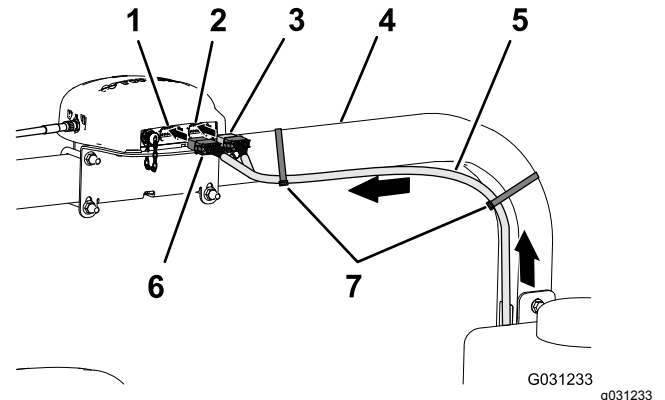

Bild 158
2. Verlegen Sie den 390-cm-Zweig des Datenkabelbaums entlang des rechten Überrollschutzrohrs mit dem 12-Buchsen-Stecker (grau) und den 12-Buchsen-Stecker ((schwarz nach oben zum Navigationsempfänger (Bild 158).
- Befestigen Sie den 390-cm-Zweig des Datenkabelbaums mit zwei Kabelbindern am rechten Überrollschutzrohr, wie in Bild 158 abgebildet.